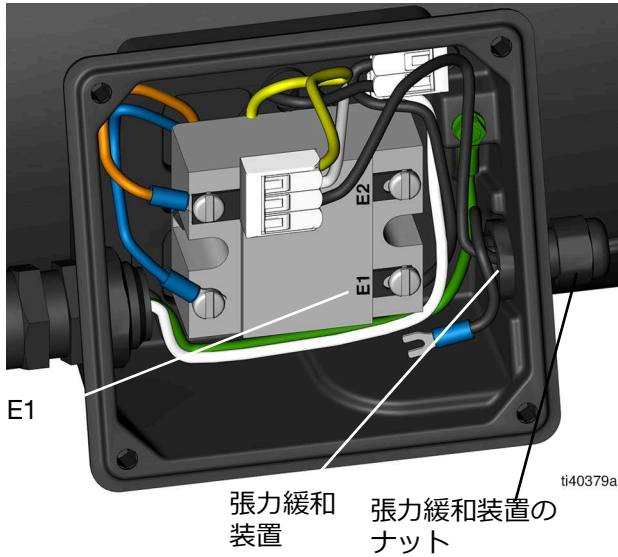

図 32
8. 張力緩和装置のナットをレンチで締めます (図 32 参照)。
9. フォーク コネクタを圧カケーブル ワイヤーの 1 つに圧着します (図 32 参照)。
11. 2 本目のワイヤーは、黄色と白色のケーブルが入ったコネクタに再挿入します (図 32)。